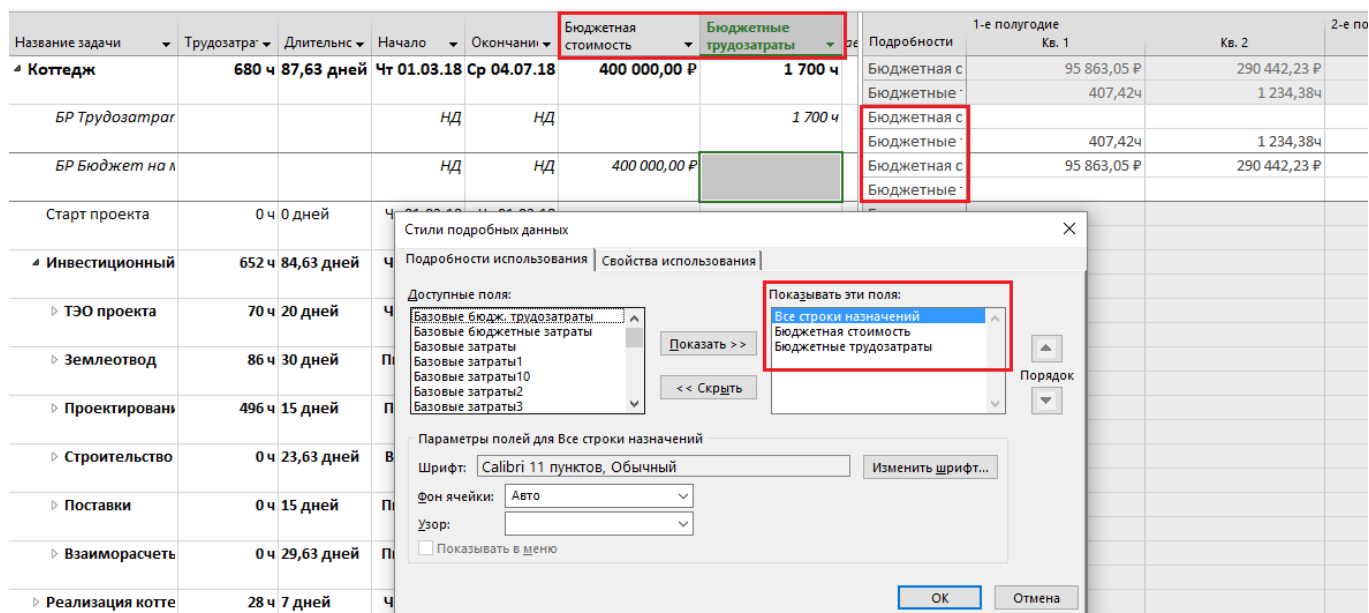

Рисунок 51 – Определение бюджета проекта
- Из правой части окна «Стили подробных данных» перенести в левую часть все поля, за исключением только что перенесенных полей и поля «Все строки назначений», Рисунок 51;